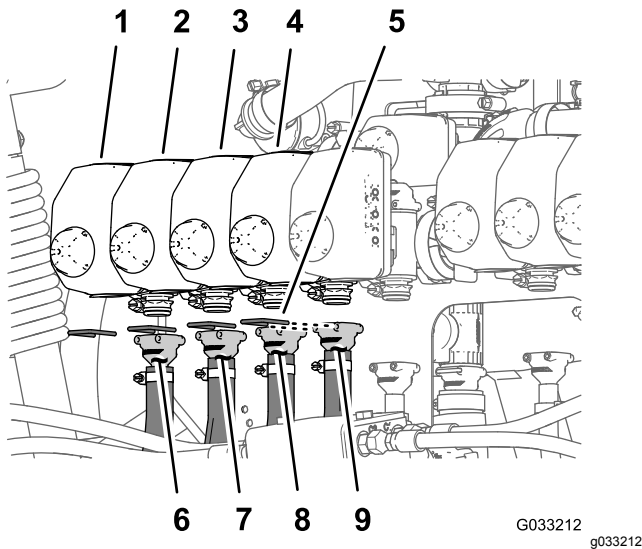
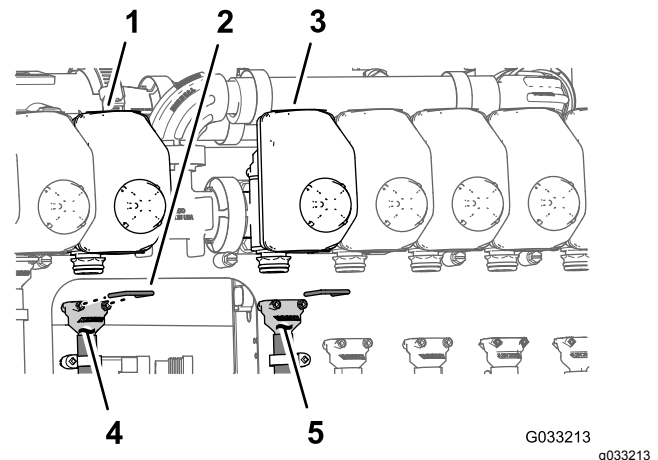
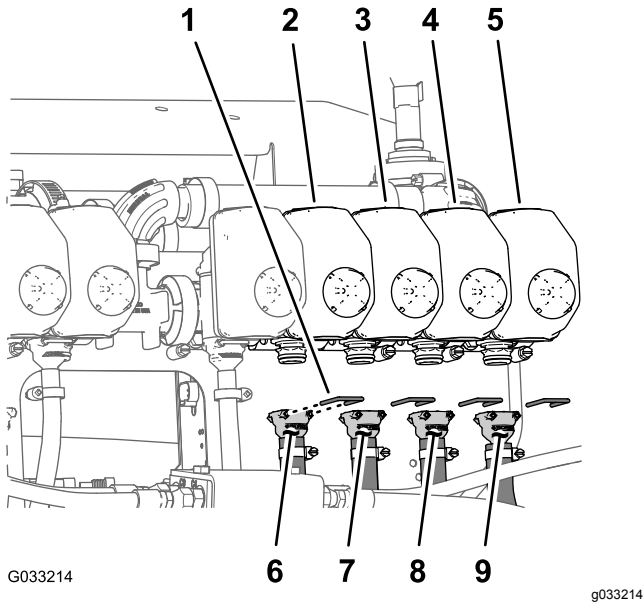

Bild 138
Bild 139
Bild 140
Hinweis: Informationen zu den Düsenventilstellungen finden Sie in Bild 138 in Montieren der Schläuche an den Düsenventilen 1 bis 4 (Seite 68), Bild 139 in Montieren der Schläuche an den Düsenventilen 5 bis 6 (Seite 68) und Bild 140 in Montieren der Schläuche an den Düsenventilen 7 bis 10 (Seite 69).
1. Befestigen Sie das gerade gezahnte Anschlussstück des Zulaufschlauchs (279 cm) an der Kupplung des Düsenventils 1 (Bild 138).
2. Befestigen Sie das gerade Anschlussstück mit einem Halter an der Kupplung (Bild 138).
3. Befestigen Sie das gerade gezahnte Anschlussstück des Zulaufschlauchs (234 cm) an der Kupplung des Düsenventils 2 (Bild 138).
4. Befestigen Sie das gerade Anschlussstück mit einem Halter an der Kupplung (Bild 138).
5. Befestigen Sie das gerade gezahnte Anschlussstück des Zulaufschlauchs (188 cm) an der Kupplung des Düsenventils 3 (Bild 138).
6. Befestigen Sie das gerade Anschlussstück mit einem Halter an der Kupplung (Bild 138).
7. Befestigen Sie das gerade gezahnte Anschlussstück des Zulaufschlauchs (188 cm) an der Kupplung des Düsenventils 4 (Bild 138).
8. Befestigen Sie das gerade Anschlussstück mit einem Halter an der Kupplung (Bild 138).
1. Befestigen Sie das gerade gezahnte Anschlussstück des Zulaufschlauchs (81 cm) an der Kupplung des Düsenventils 5 (Bild 139).
2. Befestigen Sie das gerade Anschlussstück mit einem Halter an der Kupplung (Bild 139).
3. Befestigen Sie das gerade gezahnte Anschlussstück des Zulaufschlauchs (81 cm) an der Kupplung des Düsenventils 6 (Bild 139).
4. Befestigen Sie das gerade Anschlussstück mit einem Halter an der Kupplung (Bild 139).
1. Befestigen Sie das gerade gezahnte Anschlussstück des Zulaufschlauchs (188 cm) an der Kupplung des Düsenventils 7 (Bild 140).
2. Befestigen Sie das gerade Anschlussstück mit einem Halter an der Kupplung (Bild 140).
3. Befestigen Sie das gerade gezahnte Anschlussstück des Zulaufschlauchs (188 cm) an der Kupplung des Düsenventils 8 (Bild 140).
4. Befestigen Sie das gerade Anschlussstück mit einem Halter an der Kupplung (Bild 140).
5. Befestigen Sie das gerade gezahnte Anschlussstück des Zulaufschlauchs (234 cm) an der Kupplung des Düsenventils 9 (Bild 140).
6. Befestigen Sie das gerade Anschlussstück mit einem Halter an der Kupplung (Bild 140).
7. Befestigen Sie das gerade gezahnte Anschlussstück des Zulaufschlauchs (279 cm) an der Kupplung des Düsenventils 10 (Bild 140).
8. Befestigen Sie das gerade Anschlussstück mit einem Halter an der Kupplung (Bild 140).